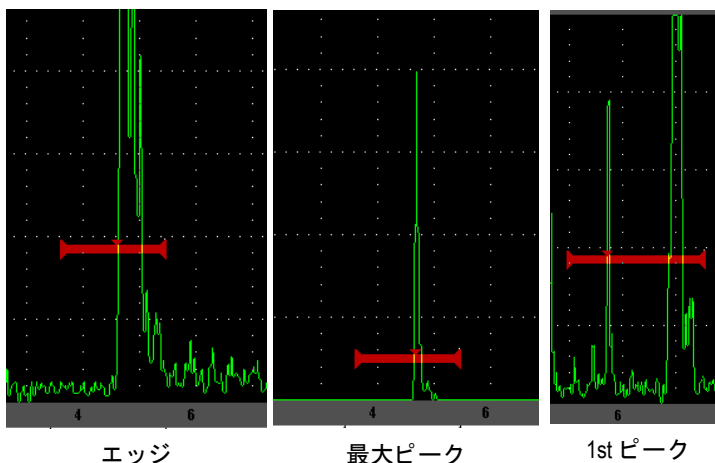

図 2-12 エッジ、最大ピーク、1st ピークモードにおいて測定がトリガーされた位置
- “**最大ピーク : High Peak**” : ゲート設定された範囲内にある一番大きいピーク位置に基づく測定値 (ゲートをクロスする必要はありません) (45 ページ図 2-12 参照)。
- “**1st ピーク : 1stPeak**” : ゲートの閾値を超える最初のピーク位置に基づく測定値 (45 ページ図 2-12 参照)。
- “**エッジ : Edge**” : ゲートをクロスする信号の最初のクロスポイントの位置に基づく測定値 (45 ページ図 2-12 参照)。